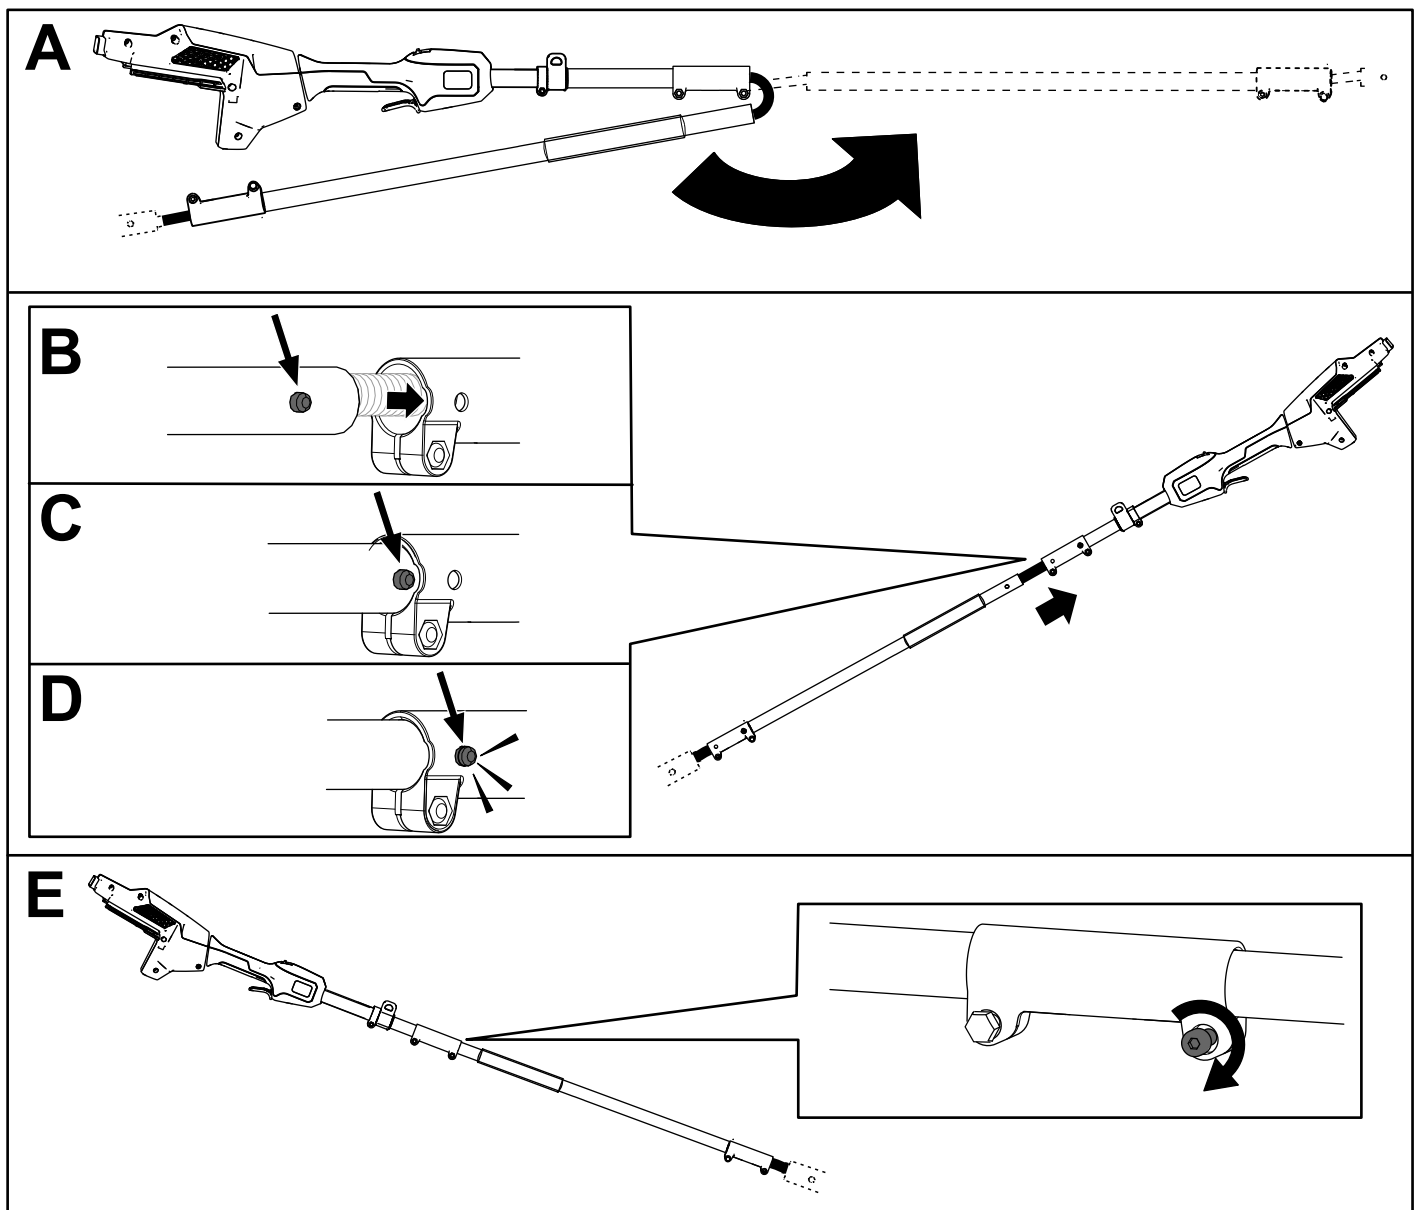

Figura 5
2. Aliniați butonul de blocare de pe seciunea mijlocie a braului cu creștătura de la capătul seciunii braului pentru mâner și unii cele 2 bare (Figura 5).
3. Folosiți cheia furnizată pentru a fixa aceste 2 seciuni ale braului (E din Figura 5).
4. Repetați procedura pentru a conecta seciunea braului pentru fierăstrău de seciunea mijlocie a braului (Figura 5).